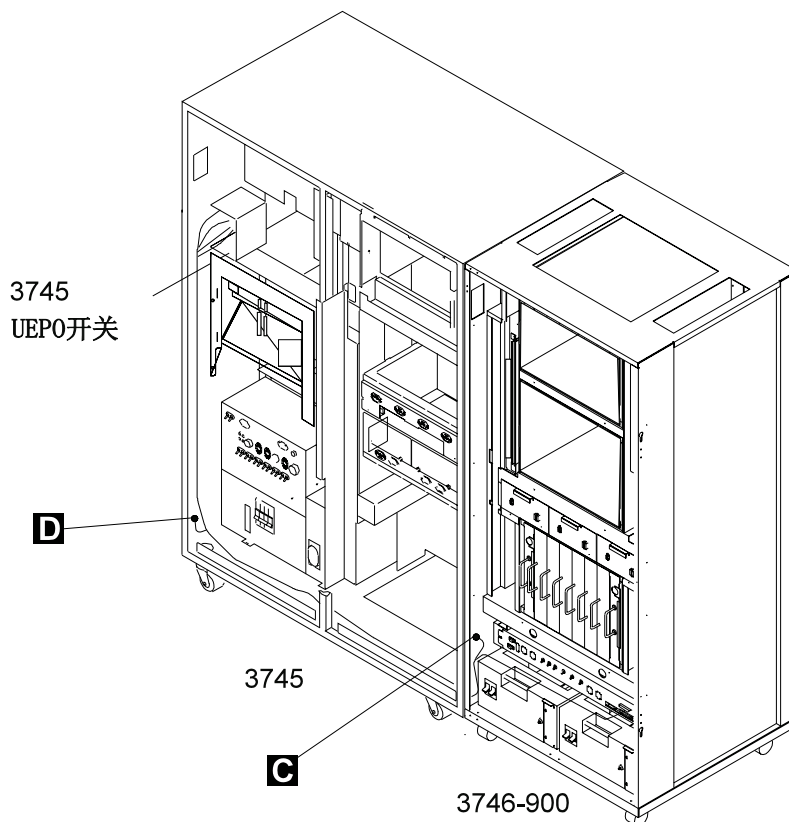

图 2. 3745型号21A到61A/3746-900 UEP0 线路由
- 3745型号21A到61A通过UEPO线接地 (参照第4页的图2)。